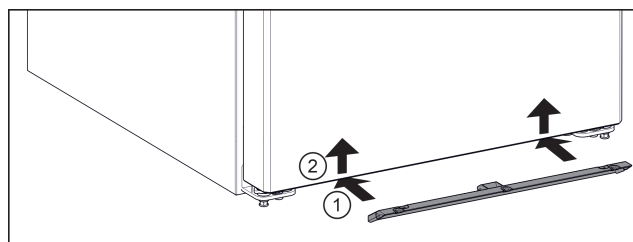

Fig. 4
- ▶ 将防蚊遮板推到冰箱下方。Fig. 4 (1)
- ▶ 双手将防蚊遮板向上推。Fig. 4 (2)